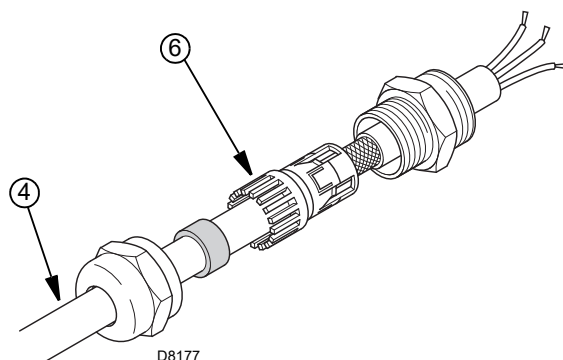

Fig. 25
- Blindar el cable 4) que proviene del VSD (Inverter) como se ilustra en Fig. 25, utilizando el racor 6);